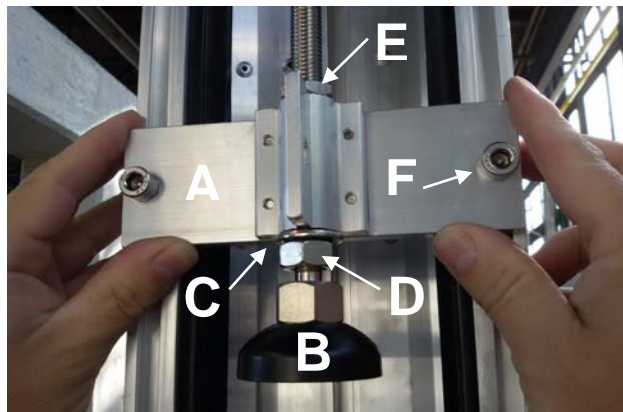

Bild 2
Sollten die Vertikalspanneinheit (siehe Bild 2) bereits vormontiert sein, lösen Sie diese mit einem entsprechenden Sechskant-Stiftschlüssel (Inbusschlüssel) und schieben Sie diese nach oben aus dem Wandanschlussprofil heraus, da diese sonst beim Einsetzen der letzten Dammbalken stören könnte.
Die Vertikalspanneinheit liegt entweder lose bei oder war bereits im Wandanschlussprofil vormontiert, siehe Bild 2.
- nehmen Sie jetzt die Vertikalspanneinheiten und schieben diese von oben in die Wandanschlussprofile, siehe Bild 2